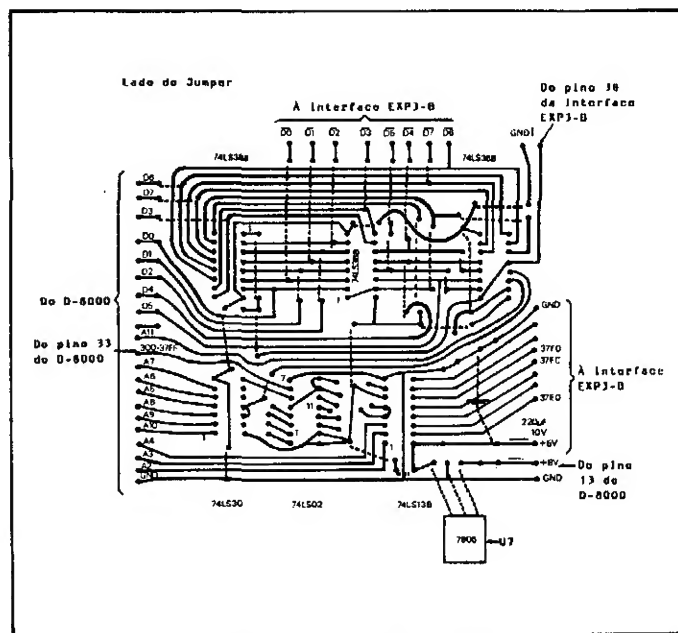

Figura 6 - Placa adaptadora vista por cima
- Figura 6 — placa adaptadora vista por cima (lado dos componentes), mostrando a localização do CI 7805, do eletrolítico 220 μ Fx10V e dos jumpers;